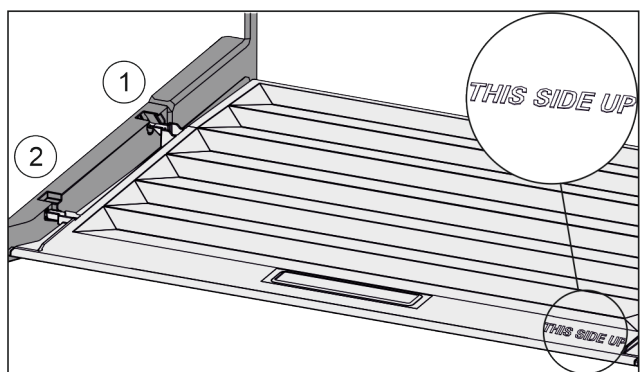

Fig. 44
- Dekselranden via de opening van de achterste houder Fig. 44 (1) aanbrengen en van voren in de houder Fig. 44 (2) klikken.